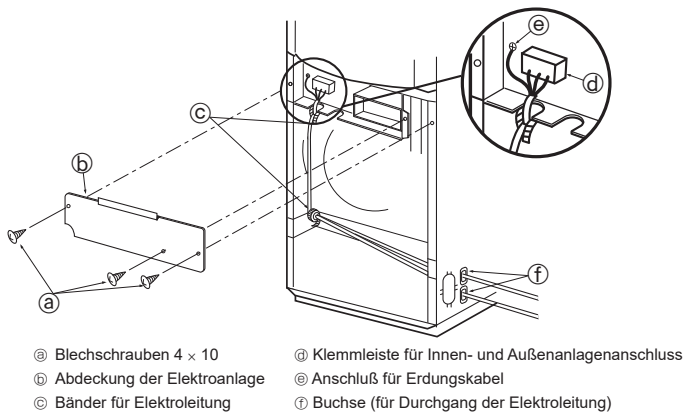

Fig. 6-1
6.1. Elektrische Verdrahtung (Fig. 6-1)
- Die Blechschrauben ④ abnehmen, und dann die Abdeckung ⑤ der Elektroanlage abnehmen.
- Die Leitungen ⑥ mit den Bändern ③ befestigen.